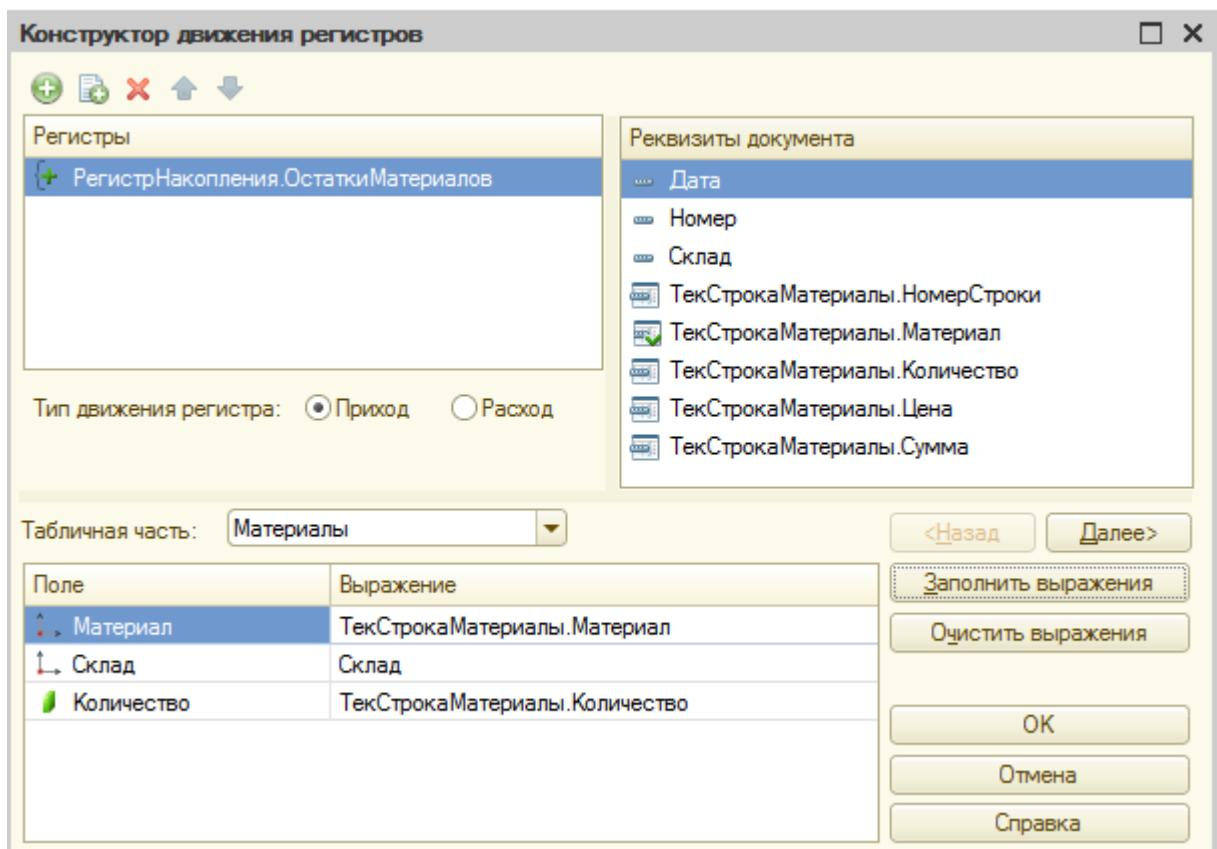

Рисунок 39 Конструктор движения документа «Приходная накладная»
5. Для документа **ПриходнаяНакладная** на вкладке «**Движения**» по кнопке «**Конструктор движений**» укажите **Тип движения** регистра – Приход. В табличной части выберите табличную часть документа **Материалы**. Далее нажмите кнопку «**Заполнить выражения**». Проверьте заполнение нижних выражений (рис. 39).